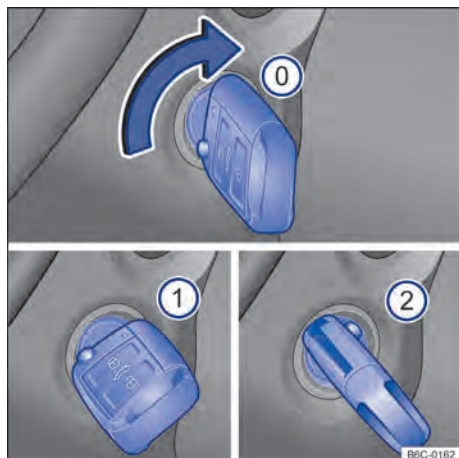

Fig. 87 Ao lado do volante, à direita: posições da chave do veículo no cilindro da ignição.
Posições da chave do veículo → Fig. 87
- ① Ignição desligada. A chave do veículo pode ser retirada.
- ② Ignição ligada.
- ③ Pisar no pedal do freio (*veículos com transmissão automática*), ou no pedal da embreagem (*veículos com transmissão manual*) e ligar o motor. Quando o motor pegar, soltar a chave da ignição. Ao soltar, a chave do veículo retorna à posição → Fig. 87 ①.
- *Veículos com cilindro da ignição:* girar a chave do veículo na posição → Fig. 87 ①. A ignição está ligada. Nesse instante a luz de controle do sistema de partida aquecida ∞ irá se acender no instrumento combinado. Aguardar que a luz de controle ∞ se apague indicando o término do aquecimento do combustível (esta ação poderá ser necessária em condições de partida com o motor frio).
- *Veículos com cilindro da ignição:* girar a chave do veículo no cilindro da ignição para a posição → Fig. 87 ② – não acelerar. Quando o motor começar a funcionar, soltar a chave do veículo no cilindro da ignição.
- *Veículos com cilindro da ignição*: girar a chave do veículo no cilindro da ignição na posição → Fig. 87 .